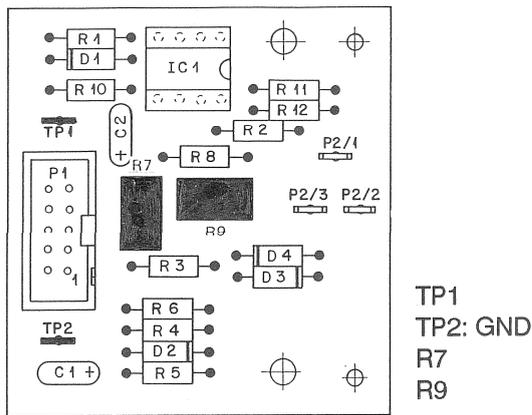

Fig. 20 Tape Tension Sensor Board 1.820.772.81
- Digitalvoltmeter an die beiden Prüfpunkte TP1 und TP2 (GND) anschliessen, Fig. 20.